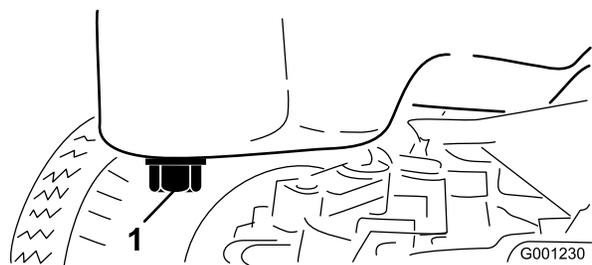

図 49
3. オイルパンの下についているドレンプラグの下に廃油受けをおく（図 49）。